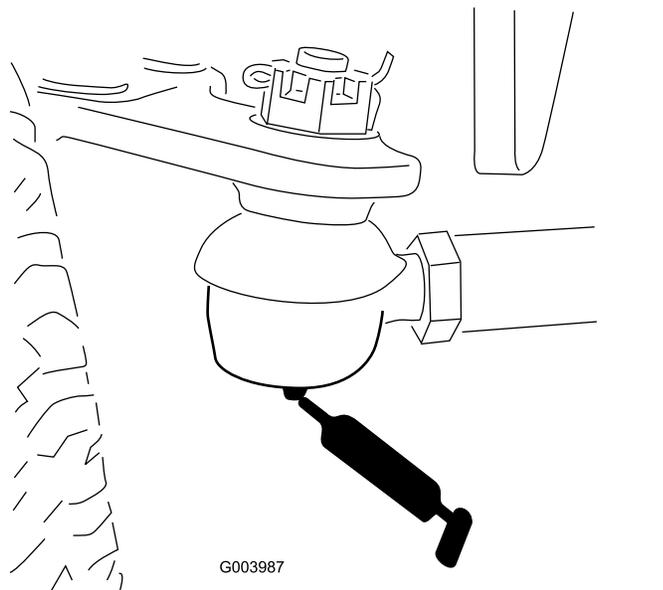

Figura 78
- Tirante del ponte posteriore (2) (Figura 78)